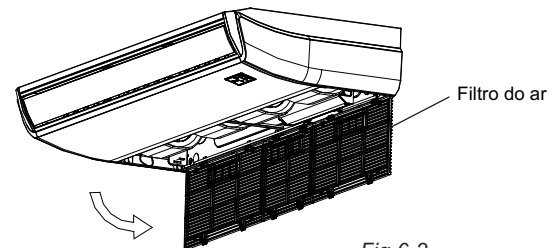

Fig.6-2
- Remover o filtro de ar (ver Fig. 6-2)
- Re-instalar o filtro de ar na posição inversa (ver Fig. 6-2).